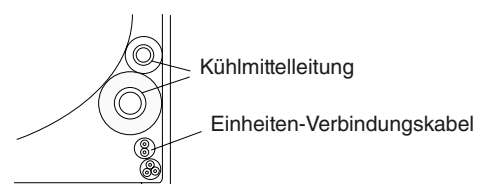

Abb. 3-112
- (3) Die Inneneinheit an der Rückwand installieren.
- (4) Die von außen nach innen verlegten Leitungen und Kabel anschließen.
- (5) Eine Undichtigkeitsprüfung durchführen, die Leitungen mit Bewehrungsband bündeln, und das Bündel dann in der dafür vorgesehenen Aufnahme an der Rückseite der Inneneinheit unterbringen und mit Bindern befestigen. (Abb. 3-112)